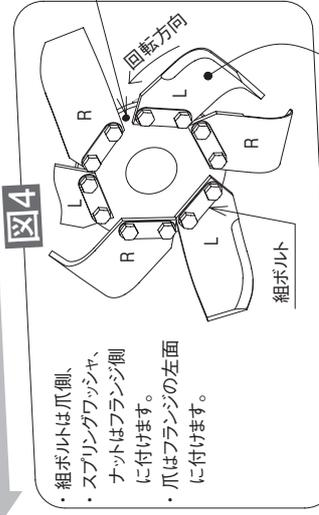

図4
- (2) 一番右側のフランジ(**図4**) フランジの目印用の小穴の後穴にL爪を付け、そこから180度回転した穴にもL爪を付けます。爪はフランジの右側に付けてください。
4. その他のフランジに爪をつけます。小穴の後穴にL爪を組付けます。図4 続いてR爪と交互に組付けます。爪は後から見てフランジの左面に組付けます。
この間のフランジには図4のように取付ける